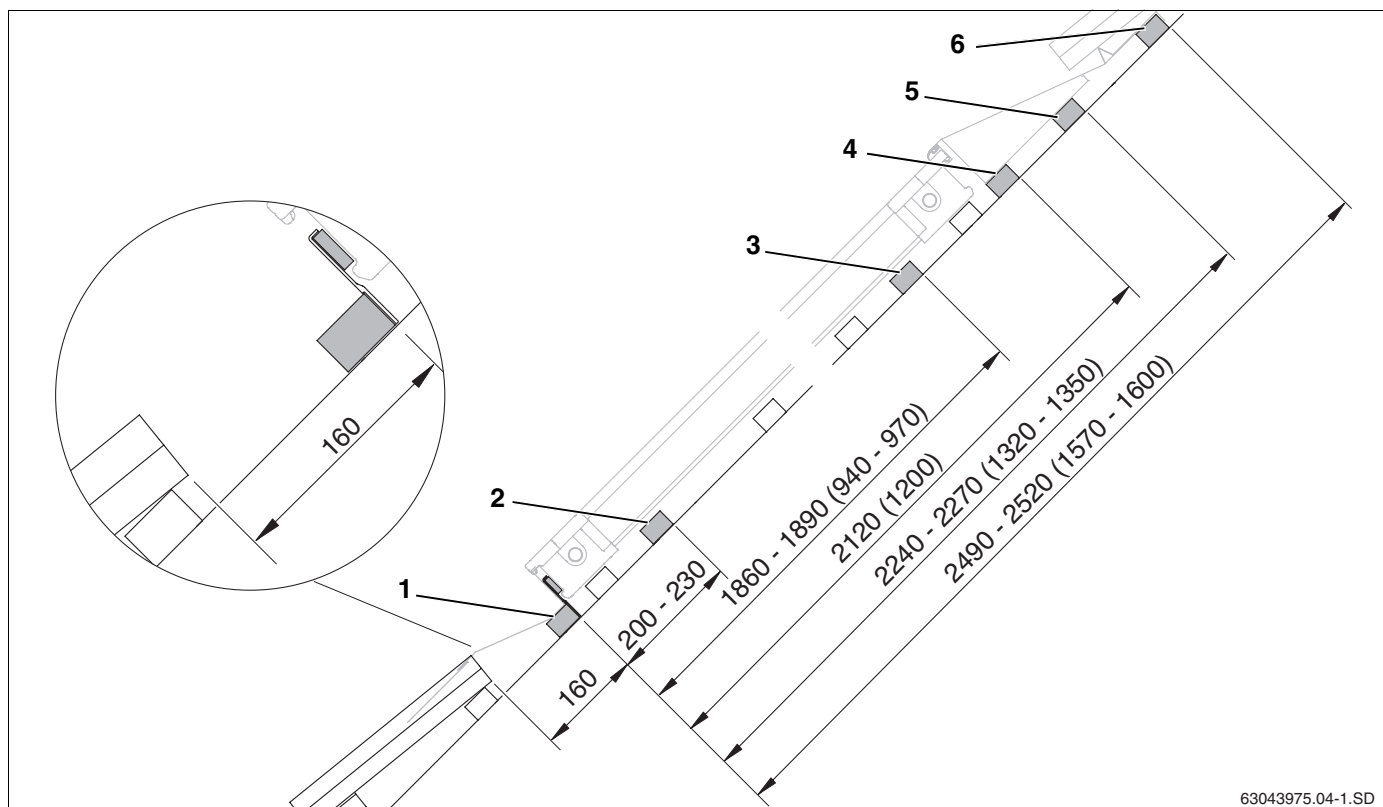

Fig. 14 Distanze dei listelli da tetto aggiuntivi in caso di montaggio di una serie di collettori (misure in mm, valori tra parentesi = versione orizzontale)
- Applicare il primo listello da tetto con le sicurezze anti scivolamento premontate (fig. 14, **pos. 1**).
- Applicare nella parte inferiore il secondo listello da tetto per i giunti di collegamento laterali (fig. 14, **pos. 2**).
- Applicare nella parte superiore il terzo listello da tetto per i giunti di collegamento laterali (fig. 14, **pos. 3**).
- Applicare il quarto listello da tetto per il sostegno del cuneo di polistirolo della lamiera di copertura superiore (fig. 14, **pos. 4**).
- Applicare il quinto listello da tetto per il sostegno delle lamiere di copertura superiori (fig. 14, **pos. 5**).
- Applicare il sesto listello da tetto per il sostegno e il fissaggio delle lamiere di copertura superiori (fig. 14, **pos. 6**).
In caso di montaggio di più serie di collettori, i listelli da tetto della prima serie devono essere installati come per il montaggio di una serie di collettori (fig. 14). Nella serie inferiore, il 5° e il 6° listello non trovano applicazione.